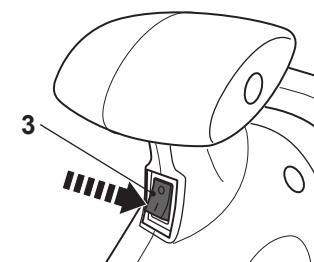

Fig. 10
- > Mude o interruptor de ligar/desligar (3) para a posição ligada (I) para ligar (Fig. 10).
- > Mude o interruptor de ligar/desligar (3) para a posição desligada (O) para desligar.